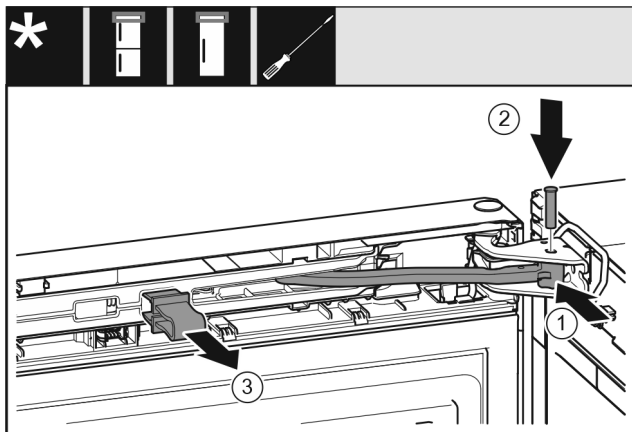

Fig. 50
- ▶ Przegub obrócić w płytce zawiasu. Fig. 50 (1)
- ▶ Sworzeń umieścić w płytce zawiasu i przegubie. Przy tym zwrócić uwagę, aby krzywka zatraskowa została prawidłowo umieszczona w rowku. Fig. 50 (2)
- ▶ Zdjąć zabezpieczenie. Fig. 50 (3)